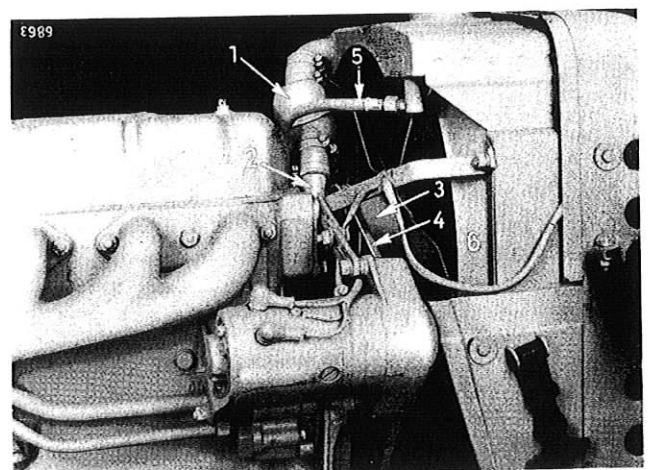

Bild 51
Der Entlüftungsschlauch (5) Bild 51 zwischen Zylinderkopf und Kühler hat die Aufgabe, Luft und Dampfpolster aus dem Zylinderkopf abzuleiten. Verschraubungen gut festziehen. Undichte Verschraubungen führen zu Kühlwasserverlust.